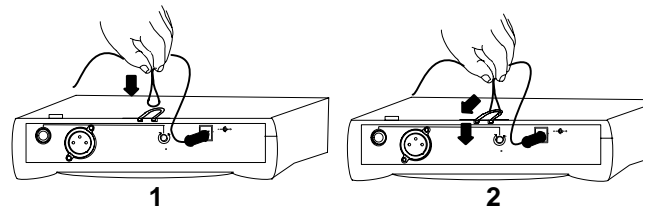

FIGURA 7. FERMACAVO DI ALIMENTAZIONE DEL T4N
1. Collegate un connettore del convertitore di corrente alternata al connettore DC INPUT situato sul retro del ricevitore. **T4N:** avvolgete il cavo di alimentazione intorno al fermacavo situato sul fondo del ricevitore. Vedi Figura 7. Collegate l'altro connettore a una presa di corrente (usate il PS20 se la corrente è a 105-125 V e 60 Hz; usate il PS20E o il PS20UK se la corrente è a 230 V e 50 Hz). La spia verde POWER sul ricevitore s'illumina.